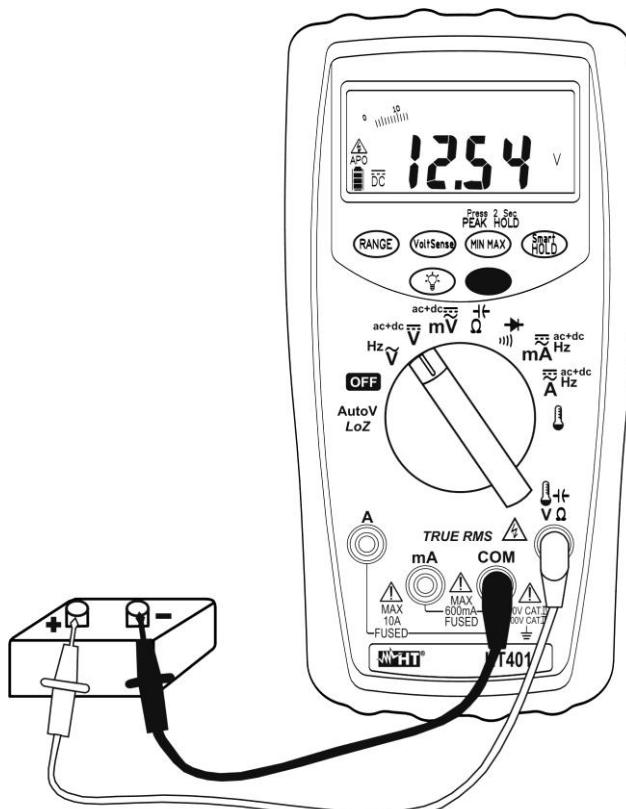

Fig. 2 : Mesure de Tension DC
5. Positionner l'embout rouge et l'embout noir respectivement dans les points à potentiel positif et négatif du circuit sous test (voir la Fig. 2). La valeur de tension est affichée
7. L'affichage du symbole « - » sur l'écran de l'instrument indique que la tension a une direction opposée par rapport à la connexion de Fig. 2.